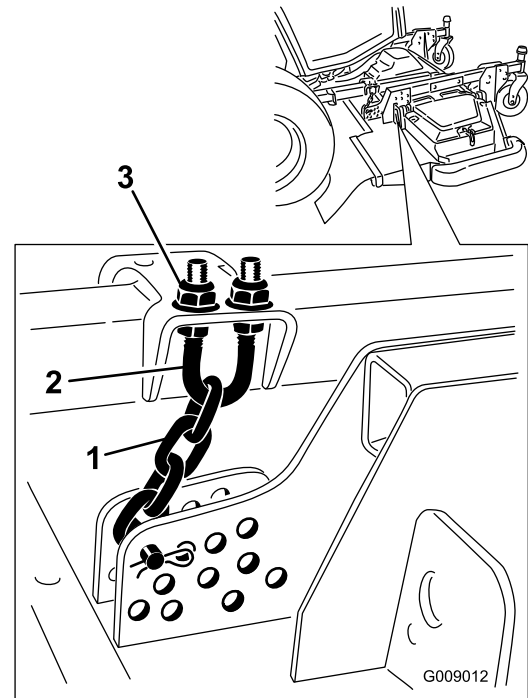

Figura 134
5. Afloje las contratuercas de la parte superior o inferior del perno en U de la cadena de altura de corte (Figura 134).